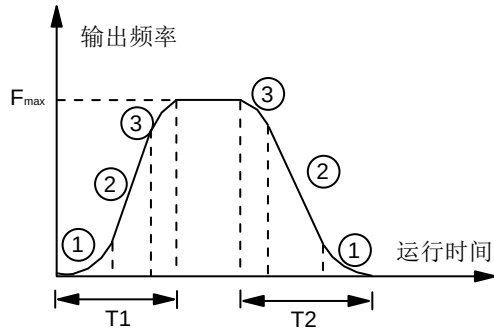

图6-4 S曲线加减速
变频器在加减速过程中，输出频率与加减速时间为S曲线关系，按照S形曲线递增或递减，如图6-4的曲线所示。
S曲线起始段时间如图6-4中的①所示，是输出频率的斜率从零逐渐增大的阶段。
S曲线上升段时间如图6-4中的②所示，是输出频率的斜率保持恒定的阶段。
S曲线结束段时间如图6-4中的③所示，是输出频率的斜率从大逐渐减小到零的阶段。